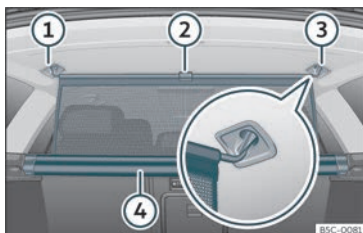

Abb. 121 Im Gepäckraum: Trennnetz einhängen.
- Ziehen Sie die Lasche»» Abb. 121 (2) nach oben, um das Netz aus dem Einsatz (4) zu nehmen.
- Hängen Sie das Trennnetz an der rechten oder linken Seite (3) (vergrößerte Darstellung) ein.
- Hängen Sie das Trennnetz an der Aufnahme der anderen Seite (1) ein, indem Sie an der Stange ziehen.